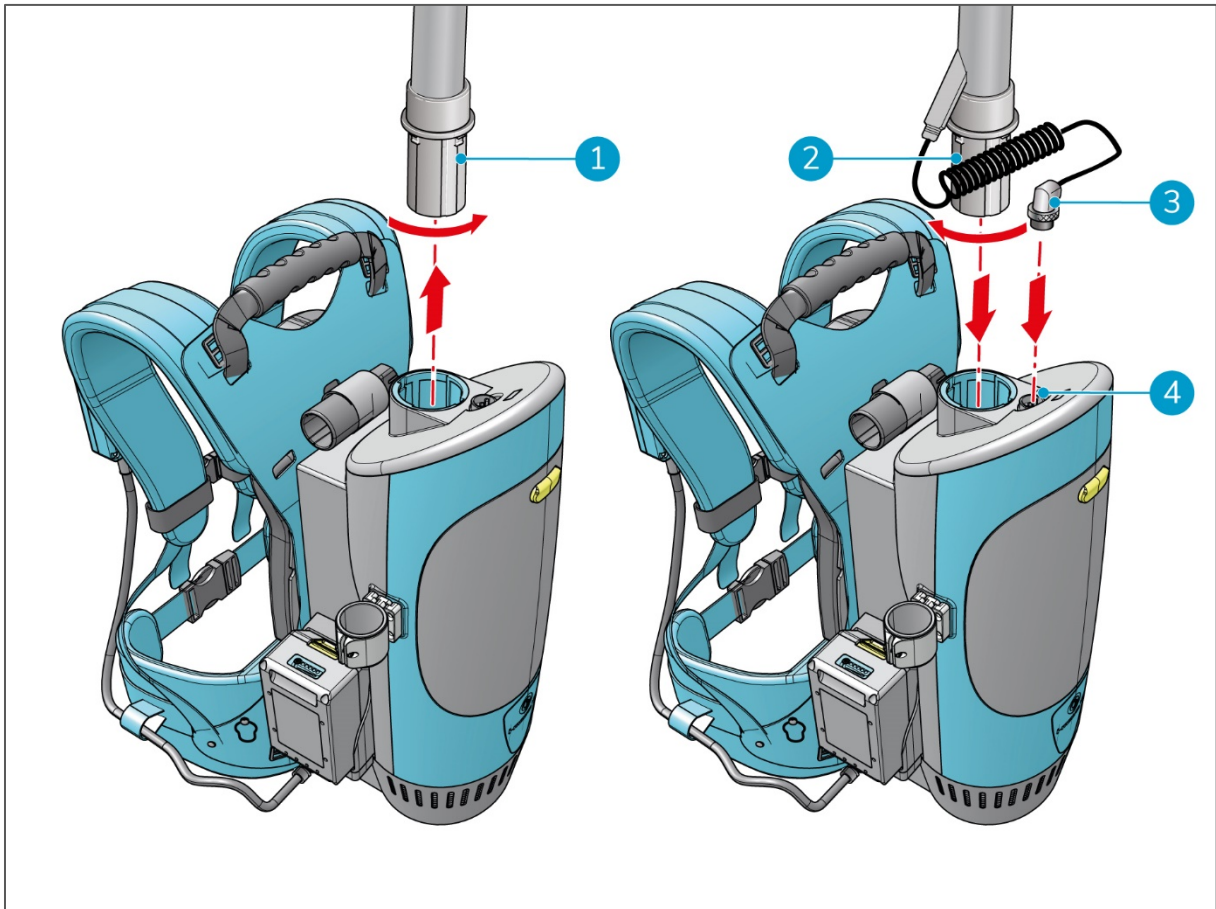

Figura 17
1. Rode a mangueira flexível do equipamento padrão no sentido contrário ao dos ponteiros do relógio (Figura 17, posição 1).
3. Insira a mangueira da i-brush no conector (Figura 17, posição 2).
5. Ligue a ficha da i-brush (Figura 17, posição 3) no conector do i-move 2.5B (Figura 17, posição 4).